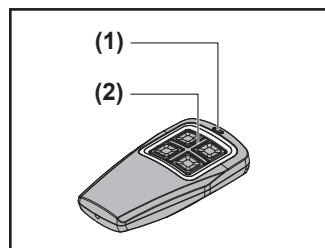
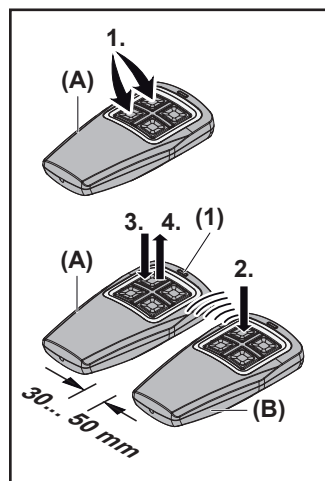

Fig. 1
Fig. 3
3 Description de l'appareil (fig. 1)
5.2 Utilisation de l'émetteur (fig. 1)
- Appuyez sur la touche (2) de l'émetteur. La fonction liée à cette touche (par exemple ouverture / fermeture de la porte) s'exécute.
5.3 Copie d'une fonction de touche (fig. 3)
(Vue d'ensemble de l'émetteur, voir fig. 1)